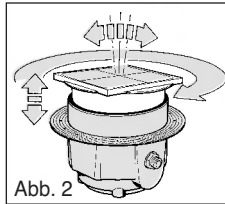

Abb. 2
z.B. an das Fliesenraaster ist möglich (Abb. 2).